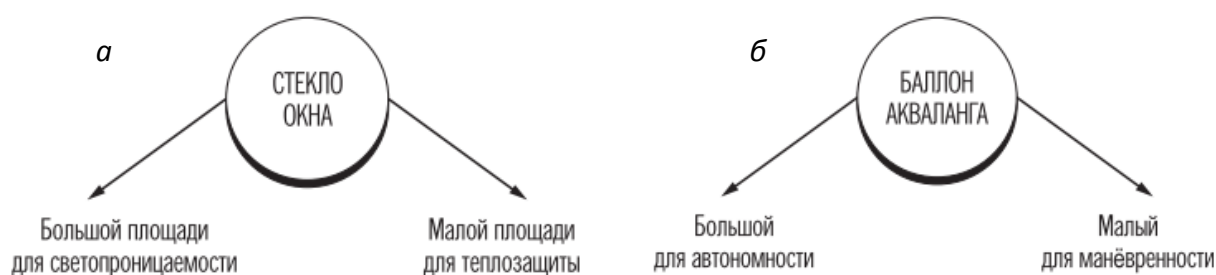

Рис. 4.6. Схемы физических противоречий: *а* – стекло окно; *б* – баллон акваланга
*Физическое противоречие (ФП)* – это модель описания задачи, в которой противоположные требования предъявляются к одному элементу ТС (рис. 4.6).